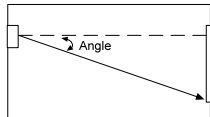

Figura 2: Angolo tra il sensore VITRON e il vetro da proteggere
Controllare che la distanza tra il VITRON e il punto più lontano da proteggere del vetro non superi la portata massima considerando anche la riduzione della copertura dovuta all'angolazione (vedi figura 2).
- **Montaggio sulla parete laterale al vetro** - non è raccomandato installare il sensore VITRON in una posizione diversa da quella frontale alla finestra da proteggere. Consultare il diagramma della portata riferita all'angolazione (Figura 2). Utilizzando il tester RG-65, testare con attenzione il funzionamento del sensore su entrambi i lati della finestra da proteggere (vedi Figura 6).